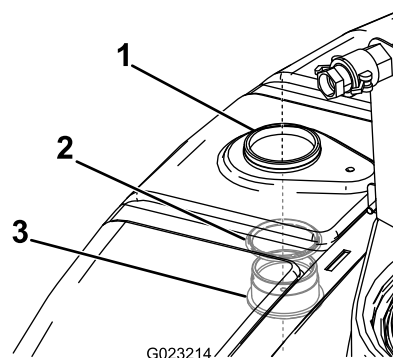

図 15
- バルクヘッドとOリングをタンクの内側から外側に向けて、先ほど作った穴に取り付ける (図 15)。